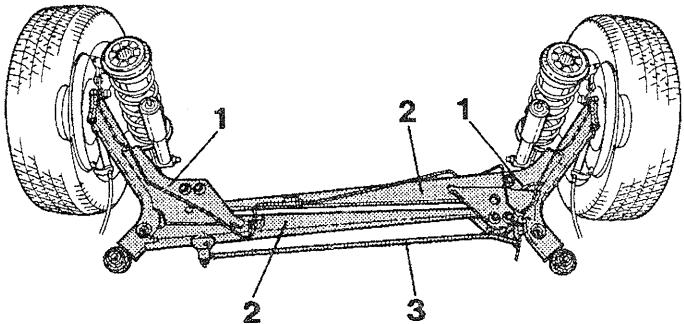

Рис.5.6 (1 — консоль; 2 — поперечина; 3 — стабилизатор поперечной устойчивости; 4 — крепление поперечины; 5 — рулевая тяга).
14. Развал колес нельзя регулировать, можно регулировать их сходимость. Освободив крепление поперечины с обеих сторон, можно переместить рычаги поперечины (рис.5.6). Приводятся величины только в градусах, поэтому эту работу следует поручать авторемонтной мастерской, где имеется специальное оборудование,